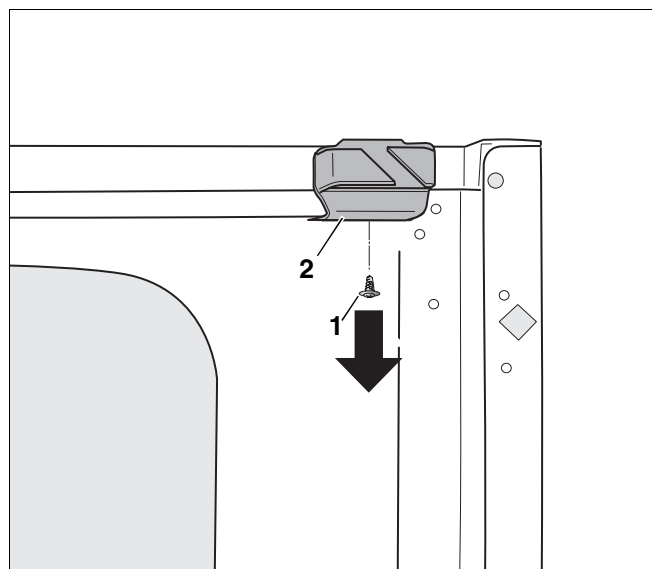

Abb. 9 Kabelhalter demontieren
- Schraube (Abb. 9, **Pos. 1**) des Kabelhalters lösen und Kabelhalter (Abb. 9, **Pos. 2**) beiseite legen.